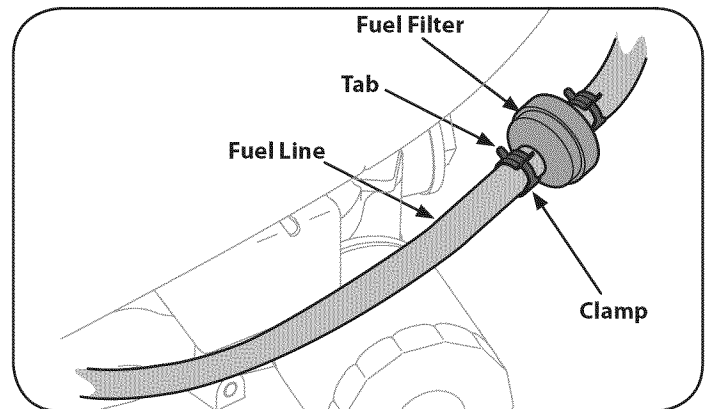

Figure 40
1. Use pinzas para apretar las pestañas de la abrazadera (el lado de la línea de fuera del filtro de combustible), a continuación, deslice la abrazadera lejos del filtro de combustible. Twist y tirar de la línea de combustible fuera del filtro de combustible. Véase la Figure 40.